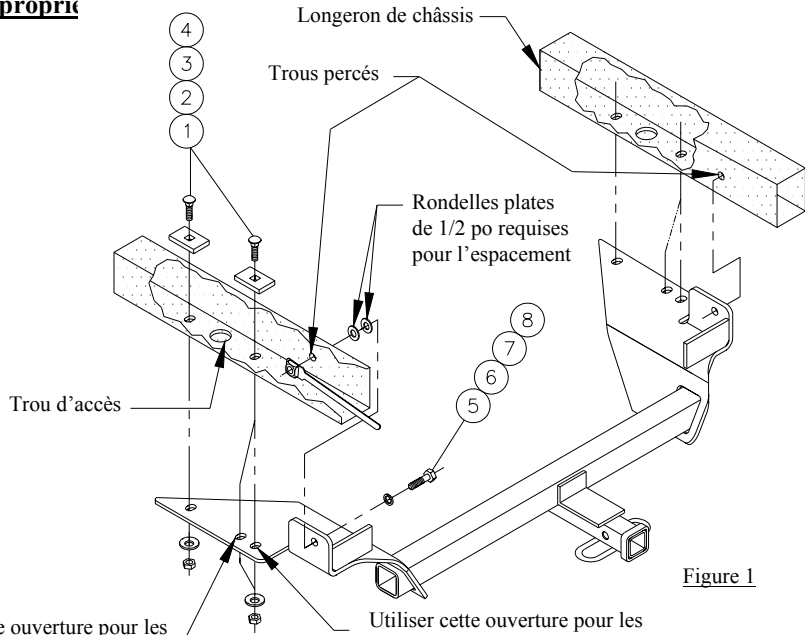

Figure 1
- Soulever l'attelage en position et le fixer avec les boulons de carrosserie, comme illustré à la figure 1.